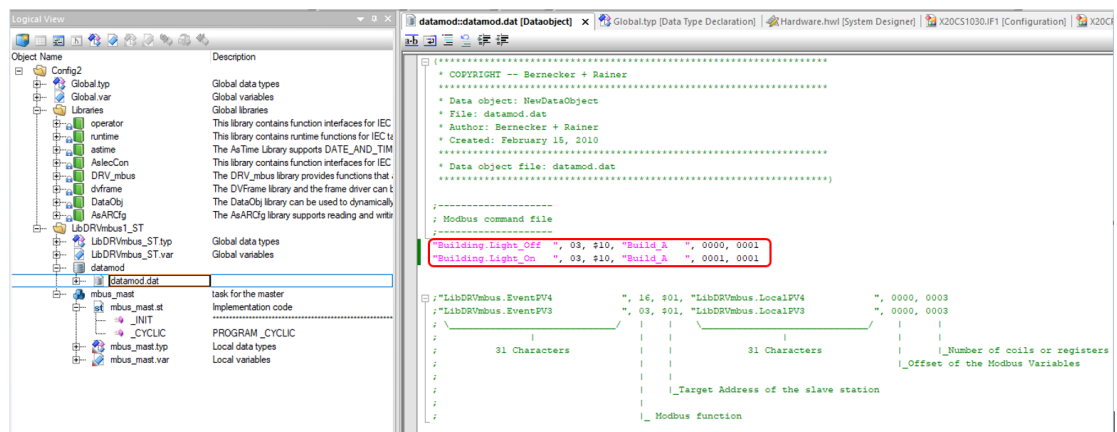

图1-38 全局变量与通讯数据绑定
16.在例程 LibDRVmbus1_ST 中打开关联的数据表 datamod，双击 datamod.dat 将灯控变量 Building 与对应的通讯数据完成绑定。Build_A 为通讯数据缓存。见图 1-38：